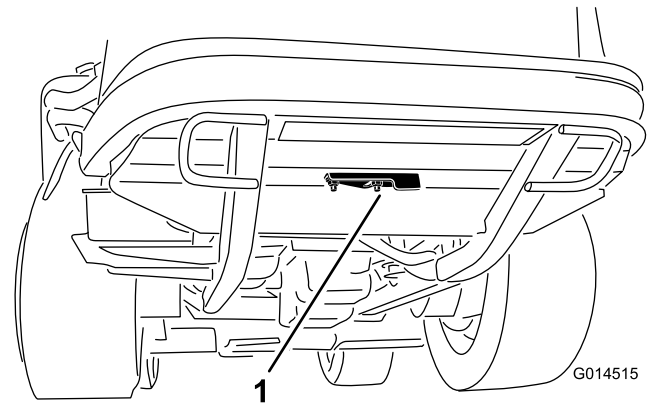

Figura 34
2. Allentate il dado flangiato che fissa il coperchio dell'accesso per la pulizia sotto il telaio posteriore (Figura 34). Ruotate il coperchio di lato per aprire accesso per la pulizia nel telaio.